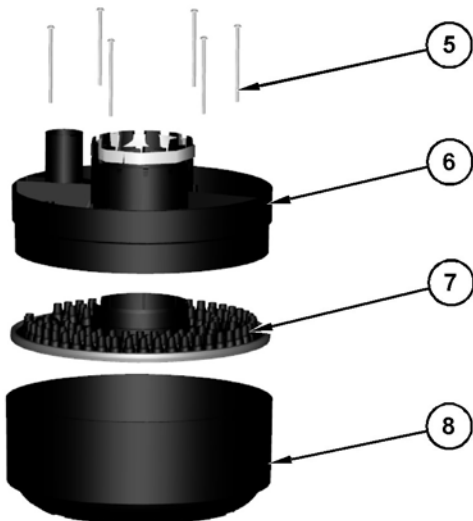

Ilustración 224
9. Deslice la rejilla para colocarla en posición en el conjunto de antefiltro. Vuelva a conectar las dos abrazaderas. Consulte la ilustración 224 .